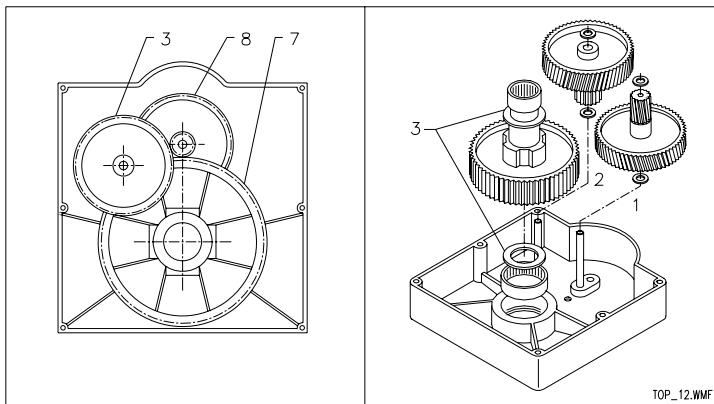

FIG. 13
- 1) Inserir las arandelas de espesor en las posiciones 1-2-3 (FIG. 13).
- 2) Inserir el engrane con dientes helicoidales FIG. 13, Ref.8 Z=87 reforzado, teniendo presente que el piñón debe estar dirigido hacia arriba.
- 3) Inserir en el orificio el árbol con engrane de dientes rectos FIG. 13 Ref.7 Z=54.
- 4) Inserir en el árbol lateral el engrane con dientes helicoidales FIG. 13 Ref.3 Z=46, teniendo presente que el piñón de dientes rectos debe estar dirigido hacia abajo.